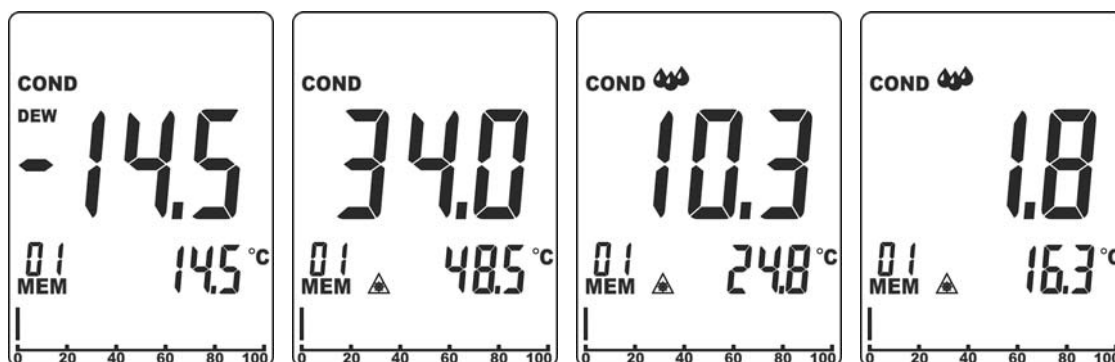

Fig. 11: Misura differenziale temperatura di superfici
3. Premere simultaneamente i tasti **RH%** e **MOI** per entrare nel modo di misura Condensazione. Lo strumento mostra il valore della temperatura di Rugiada misurata dal sensore integrato sul display secondario e le indicazioni “COND” e “DEW” sono presenti a display (vedere Fig. 11 – prima videata). Il display principale mostra sempre la differenza tra il valore di temperatura IRT e la temperatura di Rugiada
- Se la temperatura IRT è **maggiore di oltre 14°C (25°F)** rispetto alla temperatura di Rugiada → la differenza di temperatura (IRT-DP) è mostrata sul display principale senza altre indicazioni (vedere (vedere Fig. 11 – seconda videata)
- Se la temperatura IRT è **maggiore di 3°C÷14°C (5°F÷25°F)** rispetto alla temperatura di Rugiada → la differenza di temperatura (IRT-DP) è mostrata sul display principale, l'indicazione “▲” è presente a display e lo strumento emette un suono ad indicare una situazione di rischio condensazione nell'area (vedere (vedere Fig. 11 – terza videata)
- Se la temperatura IRT è **maggiore di meno di 3°C (5°F)** rispetto alla temperatura di Rugiada → la differenza di temperatura (IRT-DP) è mostrata sul display principale, l'indicazione “▲” è presente a display e lo strumento emette un doppio suono ad indicare una situazione di elevato rischio condensazione nell'area (vedere (vedere Fig. 11 – quarta videata)